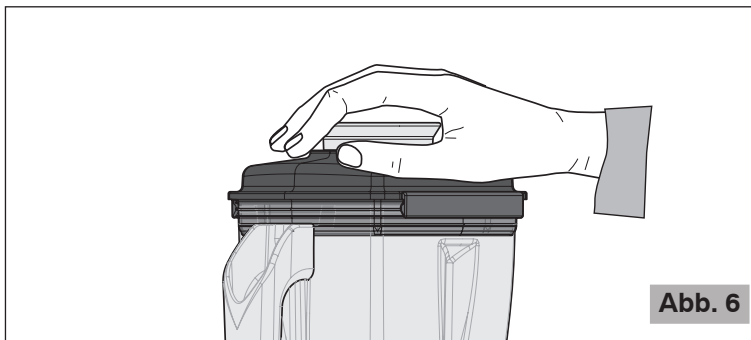

Abb. 6
- 5** Die gewünschte Geschwindigkeit mit dem Wählschalter  für die Modelle B180, B185 und B280 oder mit dem Knopf (13 Abb.1a) für die Modelle B284 wählen und dabei eine Hand auf den Deckel halten, dann den Motor durch Drücken der Taste  einschalten (Abb. 6).